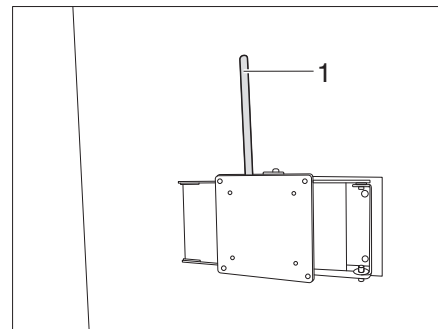

Fig. 135 Supporto con braccio snodato (variante 4)
- Tirare per la leva (Fig. 135,1).
- Riportare la leva (Fig. 135,1) di arresto in posizione iniziale.